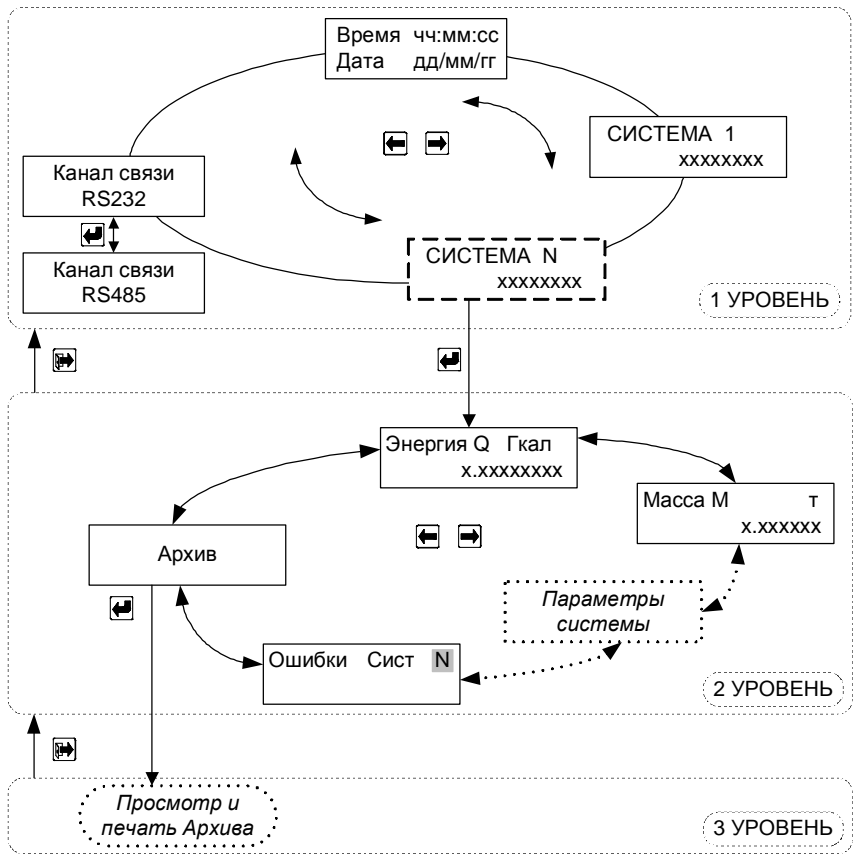

Рис. 7.2
7.3.2 Порядок перехода между окнами режима «Рабочий» изображён на рис. 7.2.
Рис. 7.2а